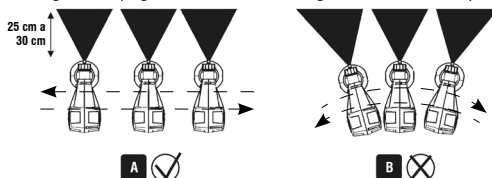

Fig. 8 – Distancia ideal para una buena pintura
- Pulverice la superficie a una distancia de 25 cm a 30 cm del objeto a ser pintado de acuerdo a la Fig. 8;